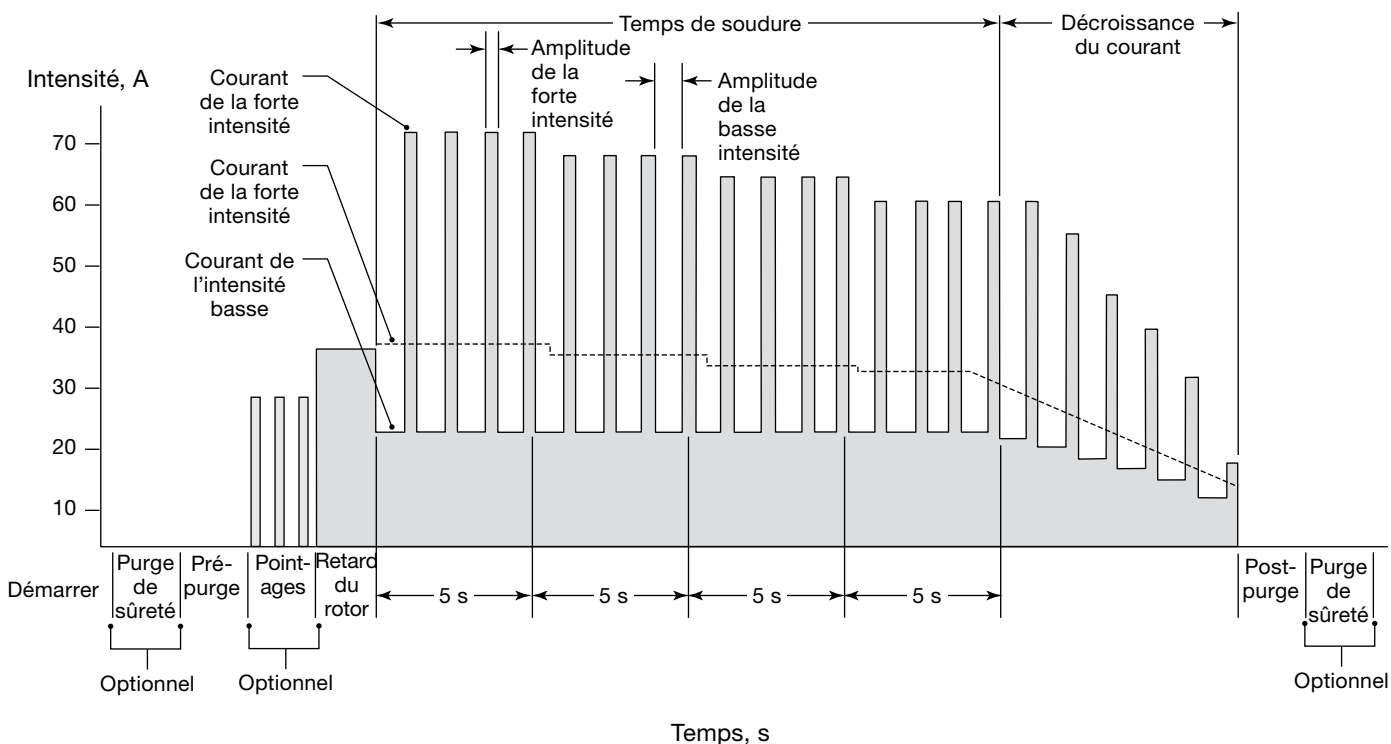

Fig. 56—Signal de courant pour une soudure à niveaux multiples
Les paramètres de soudure sont les valeurs utilisées pour créer une procédure de soudure. Ces paramètres déterminent la forme et la durée du signal de courant de sortie (une représentation graphique de la soudure). La figure 56 illustre la forme du signal généralement créée lors d'une soudure à niveaux multiples. Les paramètres de soudure sont les suivants :
① Cette étape, en conjonction avec l'arrondissement du temps de soudure à la demi-seconde la plus proche, évite les périodes consécutives de basse intensité d'un niveau à l'autre, engendrerait des sauts entre les niveaux de soudure. Remarque de la Fig. 56, page 52, chaque niveau commence avec la période de basse intensité du cycle d'impulsion. Temps de soudure multiplié par vitesse d'impulsion :
① Cette étape, en conjonction avec l'arrondissement du temps de soudure à la demi-seconde la plus proche, évite les périodes consécutives de basse intensité d'un niveau à l'autre. engendrerait des sauts entre les niveaux de soudure. Remarque de la Fig. 56, page 52, chaque niveau commence avec la période de basse intensité du cycle d'impulsion. Temps de soudure multiplié par vitesse d'impulsion :